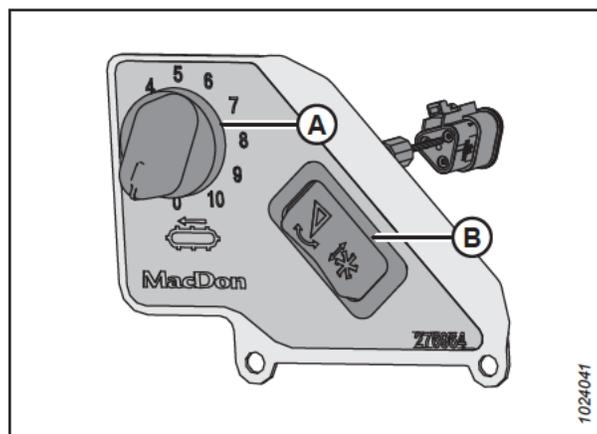

Figura 3.181: Controle de velocidade da esteira lateral dentro da cabine
O botão (B) na Figura 3.181, página 167 permite que o operador alterne entre os controles de inclinação da plataforma e avanço/recuo do molinete. Para obter instruções sobre como usar os controles, consulte Ajustar o ângulo da plataforma pela colheitadeira, página 162.